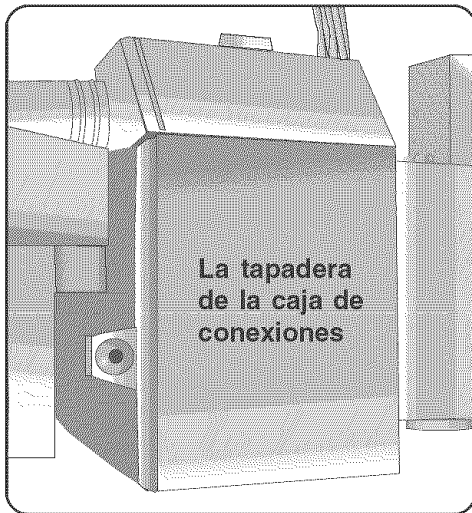

Ilustración 13
- 1) Quite la tapadera de la caja de conexiones, la Ilustración 13, **levantando y jalando la cubierta hacia arriba.**